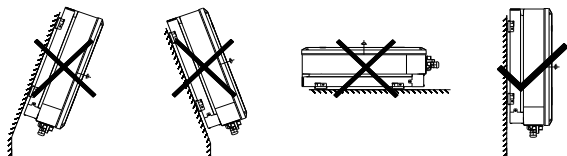

图 5.2 逆变器安装位置
- (1) 安装环境温度为-25°C~60°C;
- (2) 安装表面应垂直于水平线,如“图 5.2 逆变器安装位置”所示。